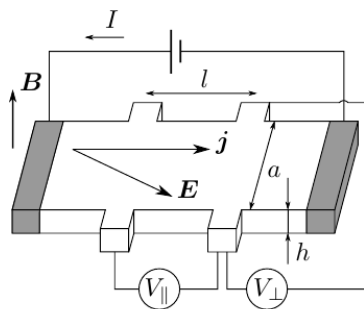

Рис. 1: Схема мостика Холла
- В данной работе для проверки эффекта Холла будем использовать мостик Холла (см. рис. 1).